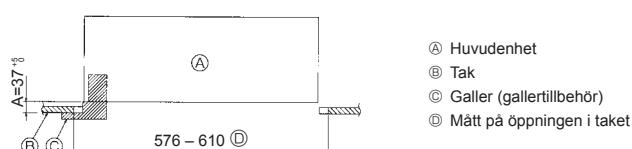

Fig. 4-6
3. När huvudenheten inte kan inrikta mot monteringshålet i taket kan den justeras med hjälp av en slits som finns på monteringsplåten. (Fig. 4-6)